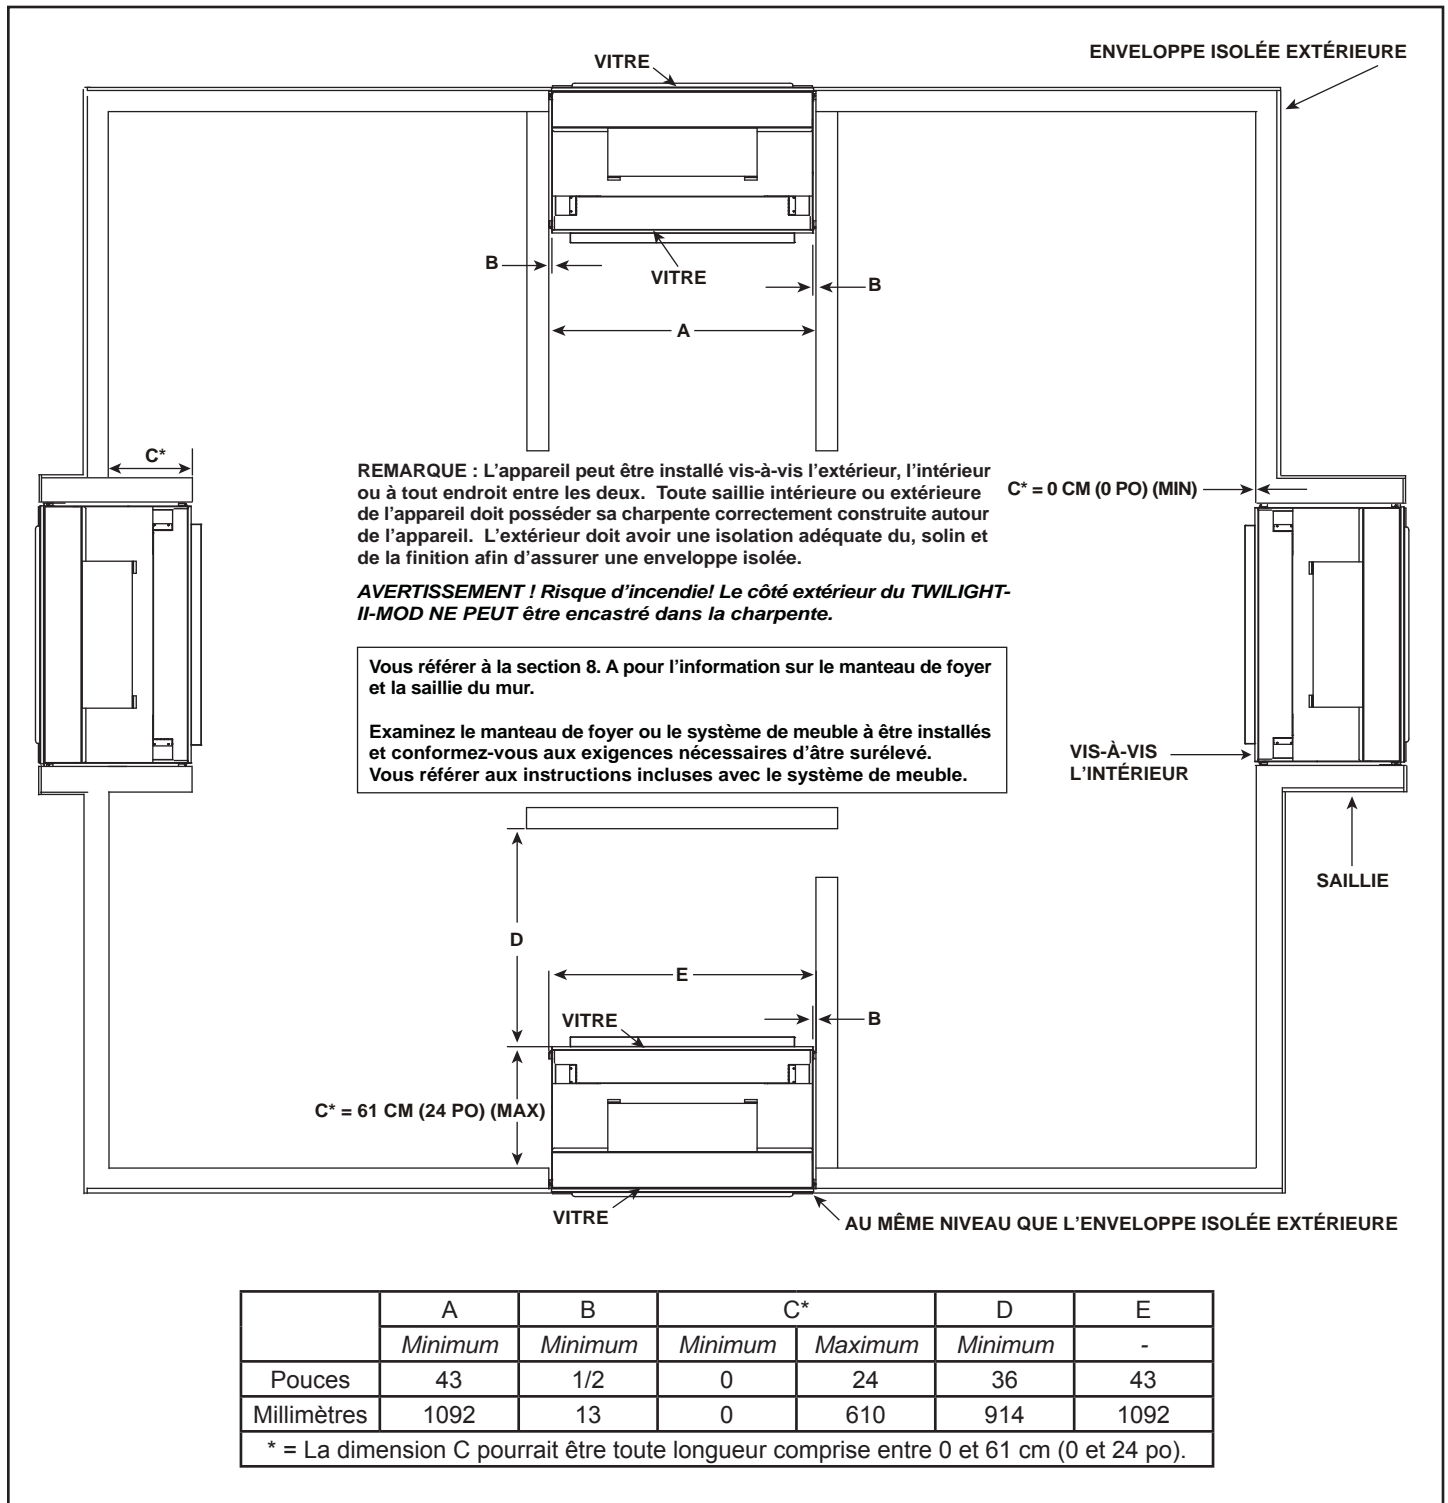

Figure 3.2 Emplacements de l'appareil
Quand on choisit l'emplacement de l'appareil, il est important de prévoir des dégagements par rapport aux murs (voir figure 3.2).
- Se référer aux figures 3.2, 3.3 et 3.4 quant aux spécifications de dégagement.